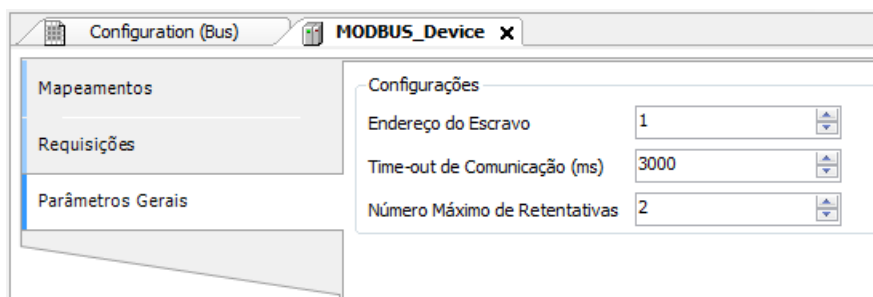

Figura 63: Tela de Configurações dos Parâmetros Gerais do Dispositivo
- Adicionar e configurar dispositivos através da aba Parâmetros Gerais, definindo endereço do escravo, time-out de comunicação e número de tentativas de comunicação como pode ser visto na Figura 63.